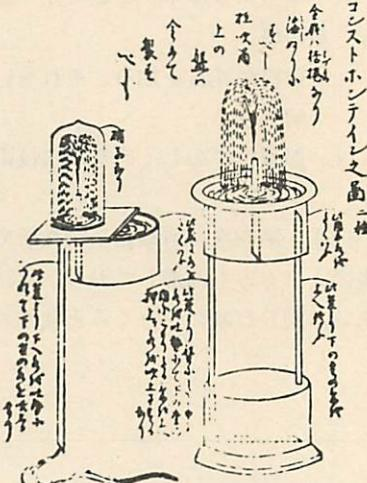

図1 「紅毛雜話」より
この自動噴水器は、森島中良 (1)「紅毛雜話」(2) (1787年、天明七年) にコンストホンティンという名で紹介されている。(図1)